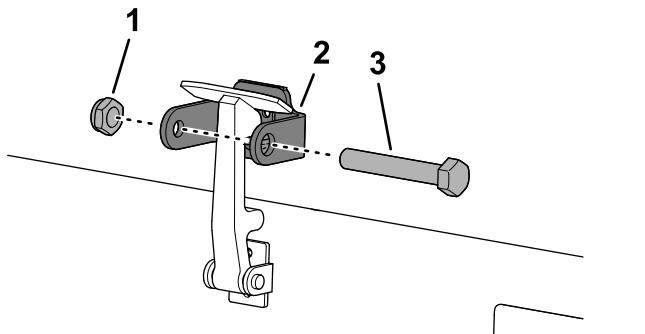

Figura 35
7. Avvitate il bullone nell'altro braccio della staffa di chiusura del cofano per fissare il fermo in posizione (Figura 35).